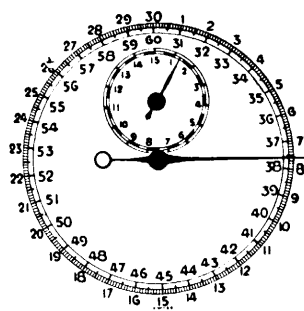
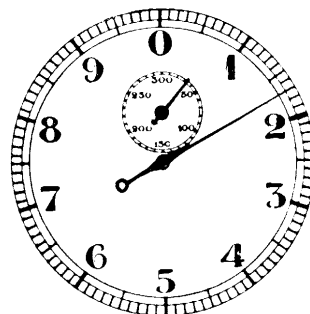

Abb. 344 Zifferblatt einer Zehntelsekunden-Stoppuhr mit 30 Sekunden Umlaufzeit
Abb. 345 Zifferblatt einer Zehntelsekunden-Stoppuhr mit 10 Sekunden Umlaufzeit
- b. Zehntelsekunden-Skala:** Zur Verfeinerung der Sekunden-Unterteilung gibt man der Unruh eine Schwingungszahl von  $n_s = 10$ ; dann kann man das Sekunden-Intervall in 10 Teile teilen. Der Sekunden-Zählzeiger dreht sich meistens in 30 Sekunden einmal herum, so daß die große Sekunden-Zählskala 300 Teilstriche besitzt (Abb. 344). Der Minuten-Zählzeiger vollführt eine Umdrehung in 15 Minuten; zur Vermeidung von Irrtümern ist die zweite Bezifferung der Sekunden-Zählskala („30“ bis „60“) meistens in einer anderen Farbe ausgeführt, die mit der Färbung der zweiten Hälfte des Minuten-Intervalles auf der Minuten-Zählskala übereinstimmt. Bei einer anderen Ausführungsart dreht sich der große Zählzeiger schon in 10 Sekunden einmal herum, so daß die große Skala nur 100 Teilstriche besitzt (Abb. 345). Hier gibt der kleine Zählzeiger ebenfalls die Anzahl der Sekunden („0“ bis „300“) an und dreht sich in 5 Minuten einmal herum; einem Teilstrich auf der kleinen Skala entsprechen daher 10 Sekunden.